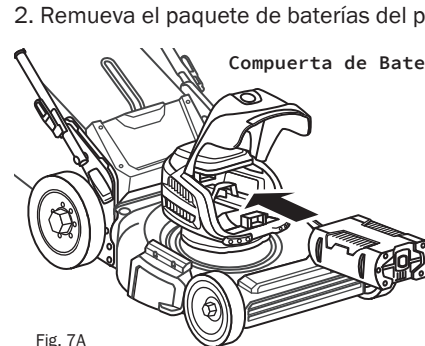

Fig. 7A
1. Abra la puerta de la batería. (Fig. 7A)
2. Inserte el paquete de batería en el sostenedor de batería (Fig. 7A) Asegúrese que el pestillo de la parte inferior del paquete encaje en su lugar y que el paquete de baterías esté completamente asentado.